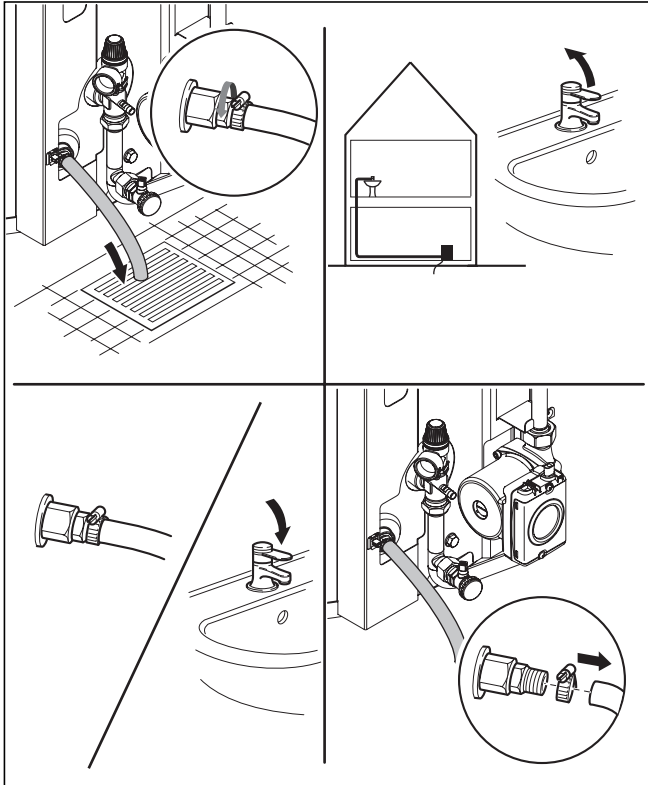

Fig. 4.8 Beholder tømmes
- Fastgør en egnet slange på beholderens tømmeventil (se Fig. 4.8).